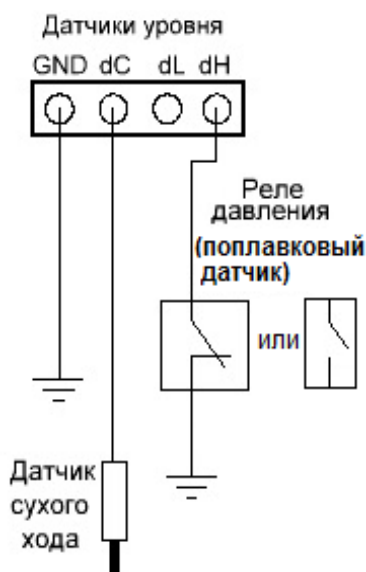

Рис.15
8.1.3 Алгоритм **A03**, реле давления или кабельный поплавковый датчик с замкнутым контактом при нижнем уровне, вход dL не подключается (рис.15).
8.1.4 Алгоритм **A04**, реле давления или кабельный поплавковый датчик с разомкнутым контактом при нижнем уровне, dL не подключается (рис.15).
8.2.3 Алгоритм **A07**, кабельный поплавковый датчик или реле давления с замкнутым контактом при нижнем уровне, вход dC – перелив, рис.15.
8.2.4 Алгоритм **A08**, кабельный поплавковый датчик или реле давления с разомкнутым контактом при нижнем уровне, вход dC – перелив, рис.15.